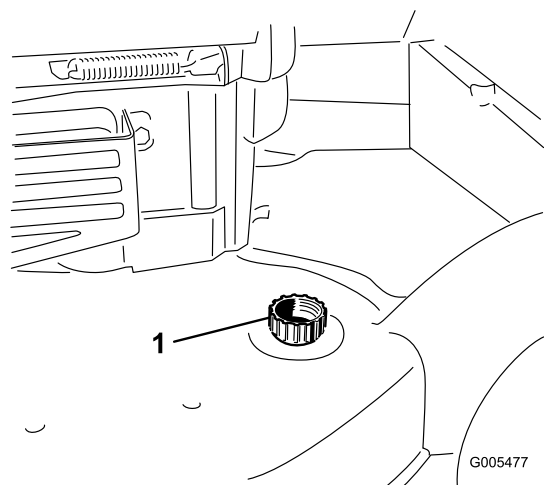

Figure 33
3. Branchez un tuyau d'arrosage relié à l'alimentation en eau au raccord de lavage du carter du plateau de coupe (Figure 33).